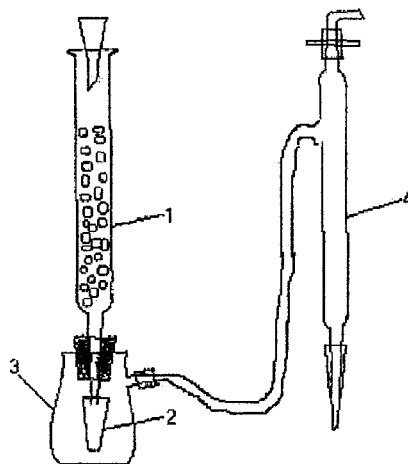

Рис. 1 Прибор для устранения жесткости воды:
Порядок выполнения. Пропустите 50 см³ водопроводной воды через колонку, заполненную катионитом (рис. 1). Для этого в бюретку (1) через воронку налейте воду, включите водоструйный насос (4) и пропускайте воду так, чтобы скорость вытекания воды составляла 15 капель в минуту. Когда в пробирке (2) соберется достаточное количество фильтрата, откройте колбу (3), а затем выключите насос. Колба (3) должна быть предварительно промыта дистиллированной водой. Внимательно следите за тем, чтобы катионит всегда находился под водой.